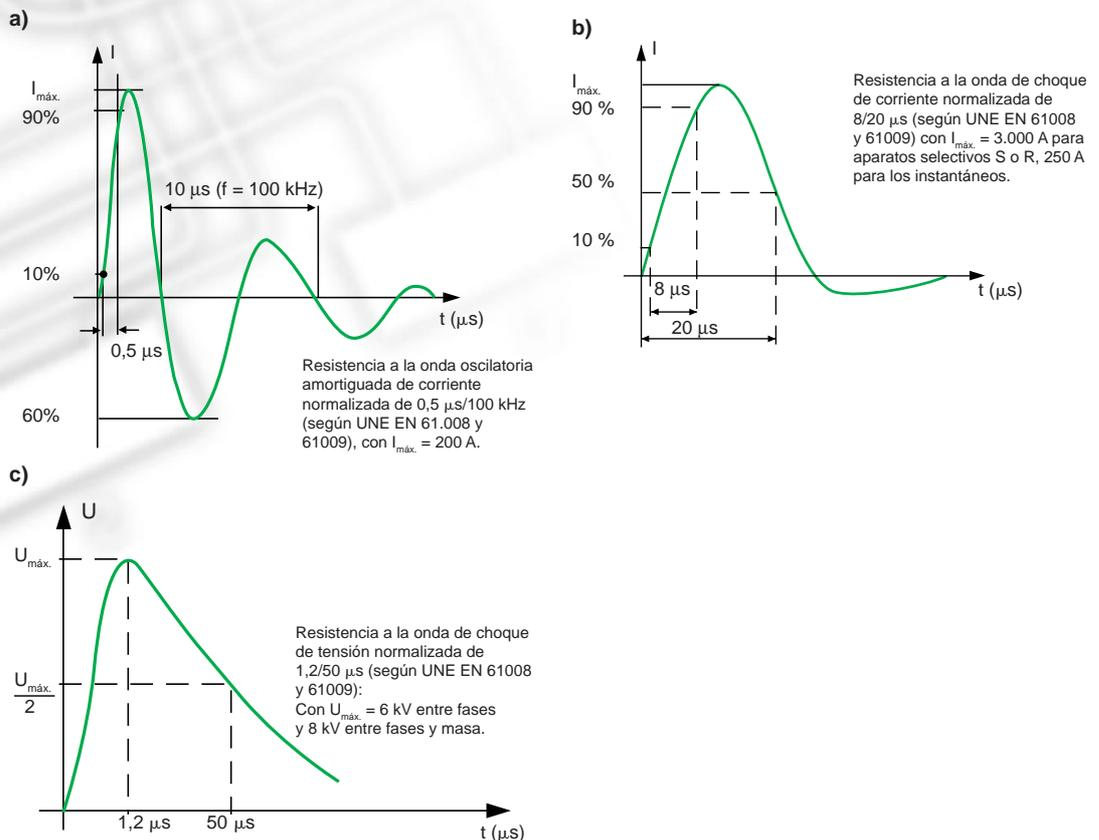

Fig. 4.11. Ondas de choque normalizadas de tensión y corriente.
- Una sobretensión que aparezca entre los conductores activos y tierra, con la perturbación fugándose aguas arriba de los diferenciales (fig. 4.11 c).
- Una sobreintensidad de la cual una parte se fuga aguas abajo de los diferenciales a través de las capacidades parásitas (fig. 4.11 a).
- Una sobreintensidad que detecta el diferencial y que se debe a una sobretensión del tipo anterior 4.11 c (fig. 4.11 b).